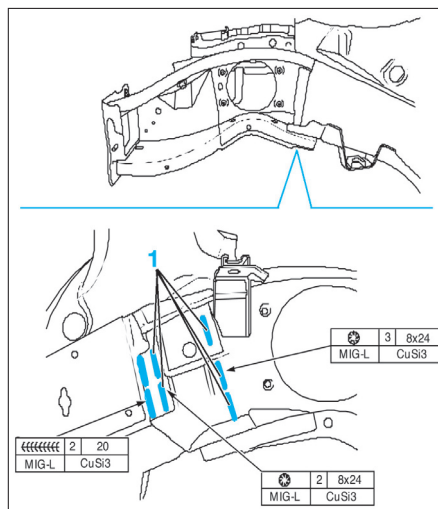

FIG. 19
- Percer 5 trous oblongs (1) de 8x24 mm sur le longeron (fig. 19).
- Souder l'extérieur de la partie avant du longeron (fig. 19).